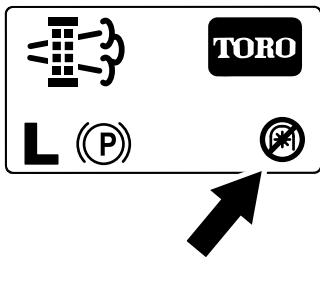

Bild 53
**Hinweis:** Auf dem Homebildschirm wird das Symbol für eine deaktivierte Zapfwelle (Bild 53) angezeigt.
**Hinweis:** Auf dem Homebildschirm wird das Symbol für eine deaktivierte Zapfwelle angezeigt, siehe Bild 53 in Meldungen zu geparkerter Regenerierung \(Seite 48\), angezeigt.